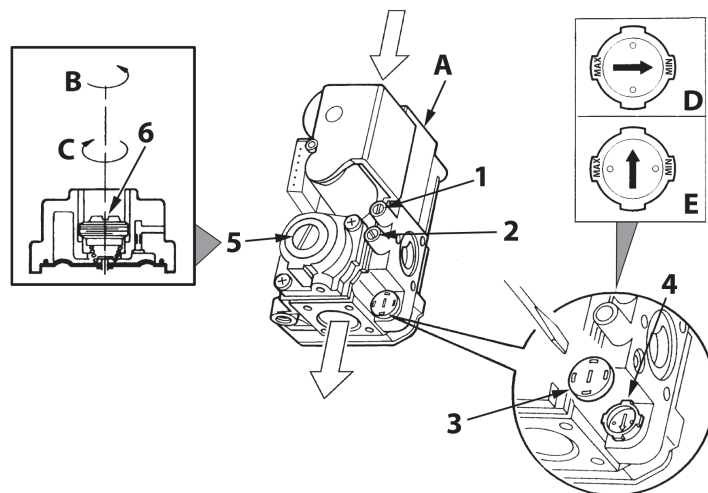

рис. 18 - Регулирование давления
На котле PEGASUS D 45 K 130 можно регулировать тепловую производительность топки и, следовательно, тепловую мощность, передаваемую воде системы отопления; это делается исключительно путем регулировки основной горелки с помощью газового вентиля (см. рис. 18). На графиках, приведенных в параграфе сар. 5.2, показано изменение передаваемой воде тепловой мощности в зависимости от изменения рабочего давления горелки. Возможность приведения мощности котла в соответствие с реальными потребностями отопления означает, прежде всего, снижение потерь и экономию топлива. Кроме того, при регулировке мощности, регламентированной также стандартом, котлы сохраняют значения КПД и характеристики сгорания почти без изменений.
1. С помощью небольшой отвертки снимите защитный колпак 5 вторичного привода газового вентиля рис. 18.
2. Подключите манометр к клемме давления 2 (рис. 18), расположенной после газового вентиля, затем переведите ручку термостата котла на максимум.
3. Регулируйте давление с помощью винта 6 (рис. 18) на желаемое значение, руководствуясь диаграммами, приведенными в параграфе сар. 5.2.
2. Снимите с газового вентиля маленький защитный колпак 3 (рис. 18). С помощью маленькой отвертки регулируйте "СТУПЕНЬ" розжига на основании выбранного для работы газа (G20-G25 положение D рис. 18 или G30-G31 положение E рис. 18); установите на место защитный колпачок.
- Спустите воздух из газопроводных труб через штуцер отбора давления 1 газового вентиля (рис. 18).